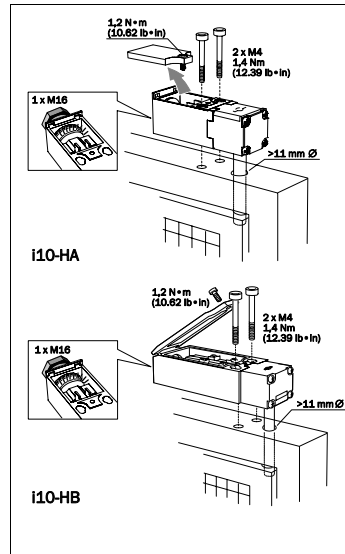

Fig. 1 : Montage de l'interrupteur de sécurité
- l'interrupteur de sécurité soit fixé avec 2 vis M4 serrées au couple de 1,4 Nm (cf. Fig. 1).